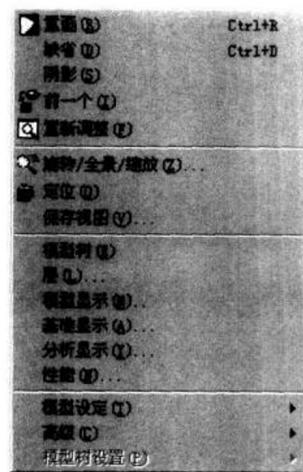

图 1.7
- 视图 有关调整视图显示的命令如图 1.7 所示。这里的大部分命令可以通过下拉菜单下方的工具栏内的命令来实现，而只有少数命令需要在这里面选择，如层（Layer）、模型显示（Model Display）、模型设定（Model Setup）、高级、模型树设置等。